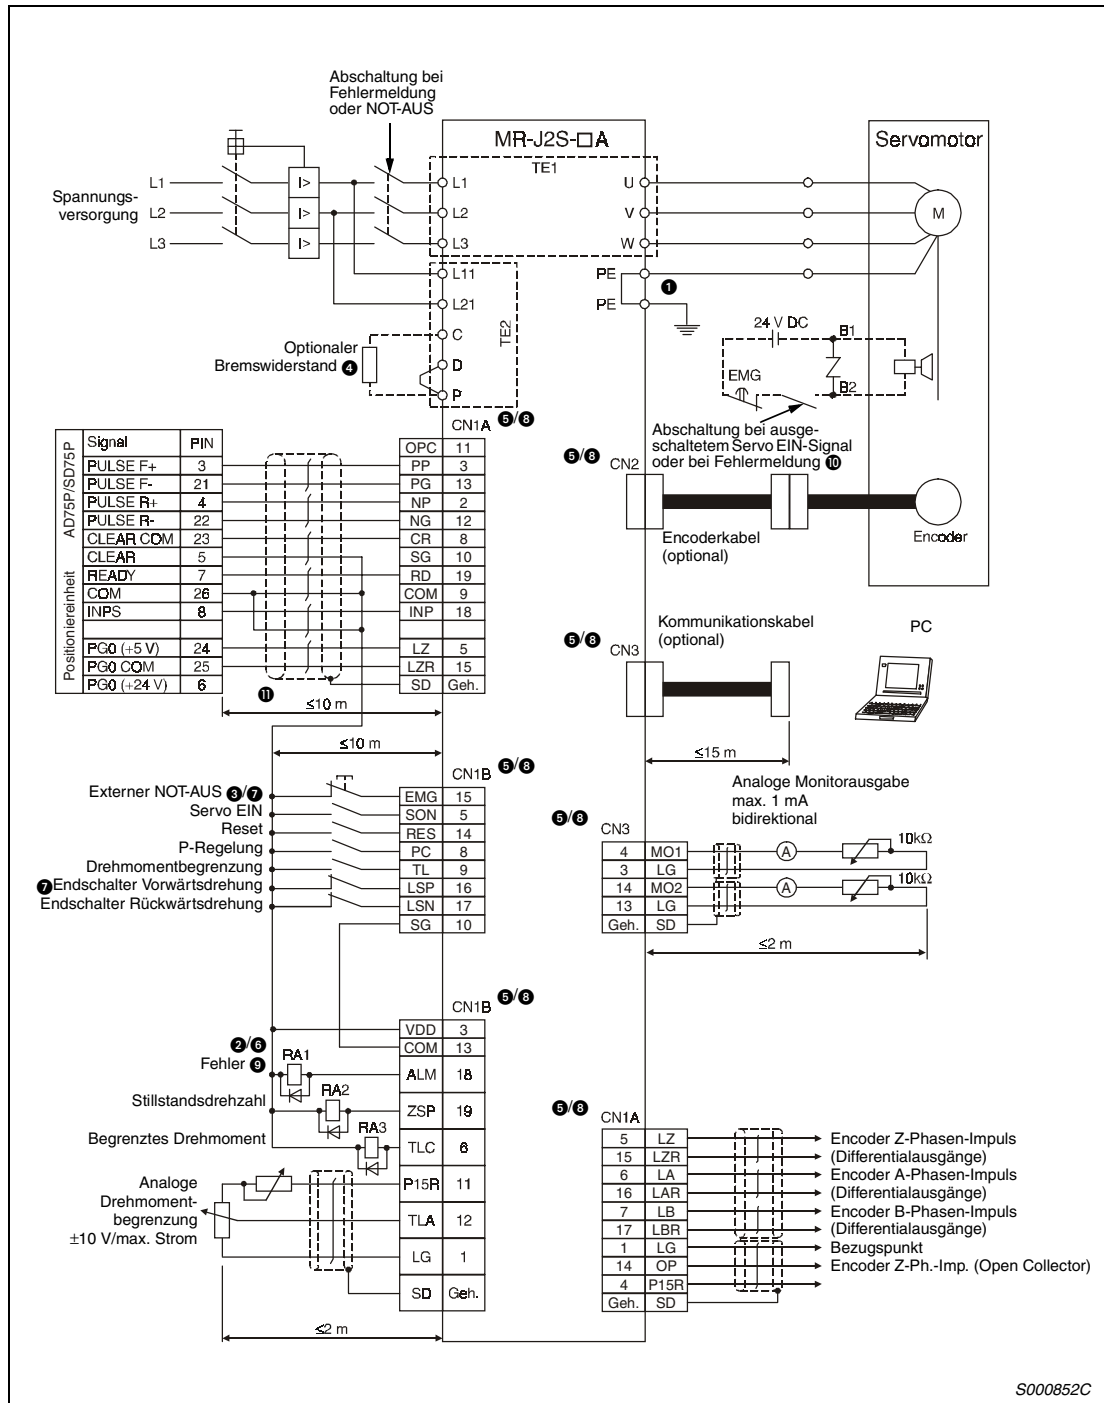
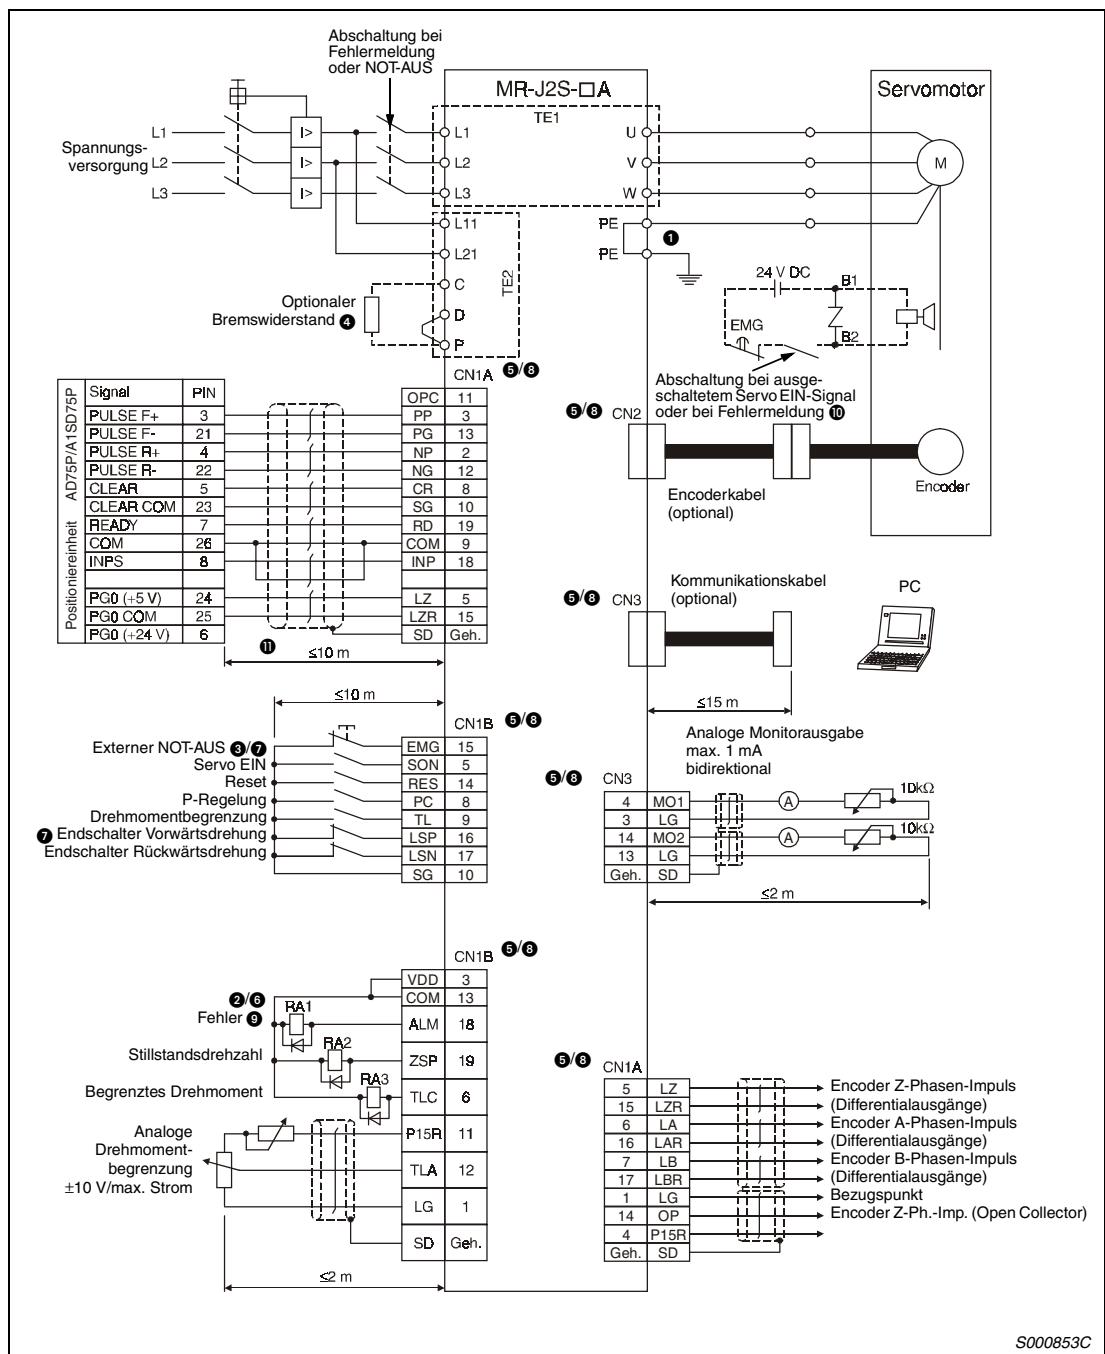

Abb. 3-35: Beispielschaltung zur Lageregelung mit positiver Eingangslogik und interner Spannungsversorgung (negative Ausgangslogik)
Abb. 3-36: Beispielschaltung zur Lageregelung mit negativer Logik und interner Spannungsversorgung
① **Achten Sie auf korrekte Erdung von Servomotor und Servoverstärker. Zur Vermeidung eines elektrischen Schlags müssen Sie die Schutzleiterklemme (PE) des Servoverstärkers, gekennzeichnet mit  $\perp$ , mit der Erdungsklemme des Schaltkastens verbinden.**
② **Achten Sie bei der Diode auf korrekten Anschluss. Ein verkehrter Anschluss der Diode führt zu fehlerhaftem Verhalten des Servoverstärkers und verhindert das Ausenden von Signalen, die wichtige Schutzeinrichtungen wie NOT-AUS oder andere steuern.**
③ **Ein NOT-AUS-Schalter muss eingesetzt werden.**
**Hinweise zu Abb. 3-35 und Abb. 3-36**
- ④ Die gezeigte Beschaltung der Klemmen für den optionalen Bremswiderstand gilt ausschließlich für die Servoverstärker MR-J2S-350A oder kleiner. Eine genaue Beschreibung zur Beschaltung der Klemmen für andere Leistungsklassen finden Sie in Tab. 3-3.
- ⑤ Die Stecker CN1A, CN1B, CN2 und CN3 haben die gleiche Form. Eine falsche Belegung der Schnittstellen kann zum Kurzschluss und zur Zerstörung der Ein-/Ausgänge führen.
- ⑥ Der Summenstrom der externen Relais darf maximal 80 mA betragen. Übersteigt der Summenstrom diesen Wert, müssen Sie zusätzlich eine externe Spannungsversorgung vorsehen.
- ⑦ Vor der Betriebsaufnahme müssen das externe Notstoppsignal (EMG) und das Signal LSN/LSP eingeschaltet werden (Öffner).
- ⑧ Im Servoverstärker sind Pins mit gleichem Namen miteinander verbunden.
- ⑨ Das Fehlersignal (ALM) ist, solange kein Alarm auftritt, immer eingeschaltet (Sicherheitschaltung). Wird das Signal bei einem Alarm ausgeschaltet, sollte die Sollwertausgabe der überlagerten Steuerung durch ein Unterprogramm gestoppt werden.
- ⑩ Gilt nur für Servomotoren mit elektromagnetischer Haltebremse.
- ⑪ Diese Länge bezieht sich auf die Ansteuerung des Befehlsimpulsketteneingangs im Differenz-Leitungstreiber-System. Bei Ansteuerung im Open-Collector-System beträgt die Länge maximal 2 m.